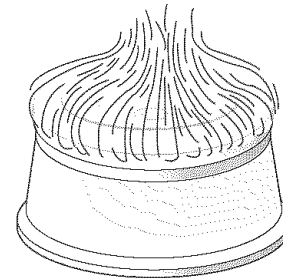

Figura 13
3. Aire insuficiente (figura 13)